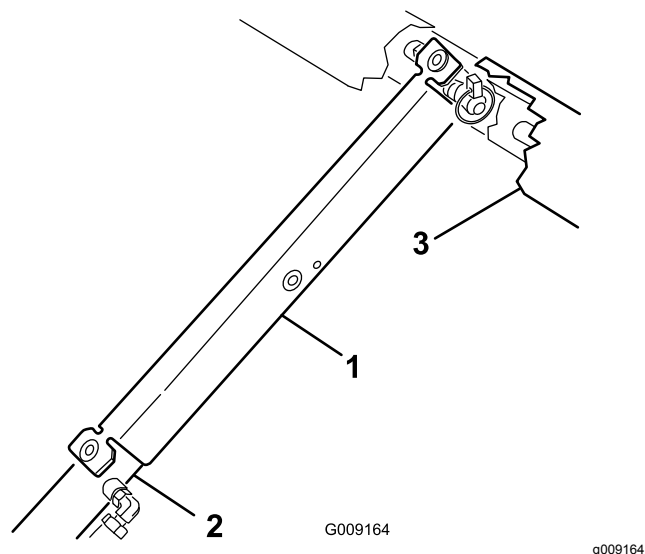

Figura 29
3. Spingete il supporto del pianale sull'asta del cilindro, assicurandovi che le alette all'estremità del supporto poggino sull'estremità della canna del cilindro e sull'estremità dell'asta del cilindro (Figura 29).